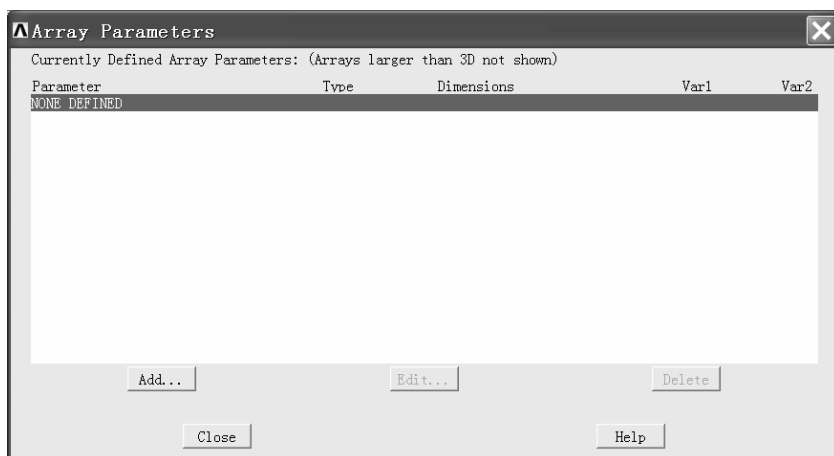

图 6-21 “Array Parameters”窗口
(1) 依次选择 Utility Menu>Parameters>Array Parameters>Define/Edit...，弹出“Array Parameters”窗口（见图 6-21）。